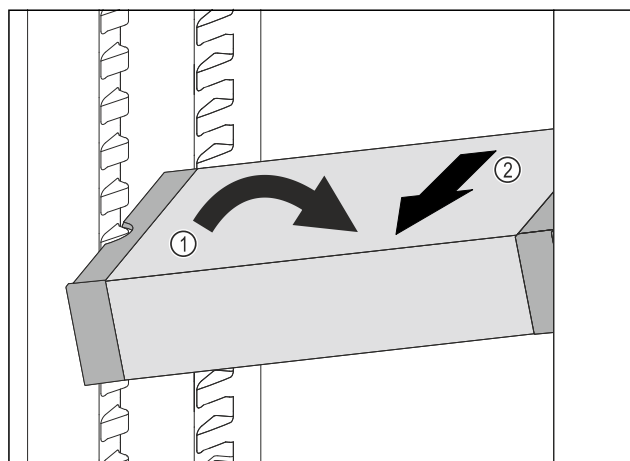

Fig. 133
- ▶ Stil VarioSafe på skrå ind i kølesektionen. Fig. 133 (1)
- ▶ Tag VarioSafe ud fremefter. Fig. 133 (2)